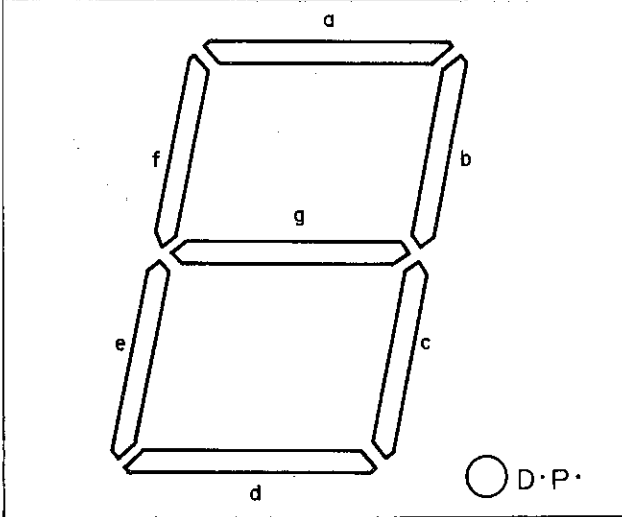

Abbildung 16
• **Bei UKW-Empfang** (Siehe Abbildung 16 und 17.) Bei Einstellung eines UKW-Senders wird das Potential am Stift ⑩ oder ⑪ des CNS603 niederpegelig und dasjenige am Stift ⑫ hochpegelig, so daß die Potentiale an den Stiften ⑤ und ⑫ des IC801 jeweils nieder- und hochpegelig werden (das Potential am Stift ⑫ des IC805 wird hochpegelig). Dadurch wird IC805 auf die UKW-Betriebsart eingestellt und gleichzeitig Q806 aus- bzw. Q805 eingeschaltet. Auf diese Weise wird durch Q805 eine konstante Spannung Vcc (+B) erzeugt und dem Stift ⑧ des IC809 zugeleitet. Das vom UKW-Empfangsoszillator kommende Signal wird durch den Stift ② des CNS803/CNP803 zum Einschalten des Q807 geleitet, dann zum Stift ⑦ des IC809 weitergeleitet, wo dessen Frequenz durch ein Hundertstel (1/100) geteilt und über R835 und C802 zum Stift ⑥ (Fin) des IC805 geleitet wird. Hier wird es wiederum um 10,7 MHz reduziert. Die sich ergebende Frequenz wird durch die Leuchtdioden LED812 bis LED815 als abgestimmte Frequenz angezeigt. Bei Einstellung des IC805 auf die UKW-Betriebsart wird das Potential an dessen Stift ⑤ hochpegelig, wobei die Segmente (oder Stifte) "a", "c", "d" und "f" (oder ⑩, ⑧, ⑤ und ②) der Leuchtdiode LED816 aufleuchten; auch der Stift ⑦ (D.P.) der Leuchtdiode LED814 und die MHz-Belichtungslampe (PL803) leuchten auf. In diesem Zusammenhang ist zu beachten, daß die Frequenzanzeige des IC805 Bruchteile der Einheit 10 kHz entweder als "0" oder "5" anzeigt, je nachdem der Zahlenwert weniger als 2 oder mehr als 3 beträgt. Ist das Potential am Stift ④ (0/5) des IC805 hochpegelig, wird "0" angezeigt; bei niederpegeligem Potential am Stift ④ wird "5" angezeigt. In der Annahme, daß das Potential am Stift ④ des IC805 niederpegelig gehalten wird, ist das Potential am Stift ⑬ des IC804 hochpegelig, so daß die Segmente "e" und "b" (in Abbildung 16) nicht aufleuchten können. Da zwei Umkehrstufen über den Stift ④ des IC805 an den Stift ⑮ des IC804 angeschlossen sind, kann das Segment "g" aufleuchten. Da das Potential am Stift ⑤ des IC805 in der UKW-Betriebsart hochpegelig bleibt, wird das Potential am Stift ⑮ des IC804 niederpegelig, so daß die Segmente "a", "b", "d" und "c" aufleuchten können, das heißt, die Segmente "g", "a", "d" und "c" leuchten jetzt als Ganzes auf, um die Zahl "5" darzustellen. Die Zahl "0" wird auf dieselbe Weise angezeigt.
• **Aufnahme-/Wiedergabepegel-Anzeigekreis** Beim Modell RS-1288H findet ein 12-Punkt-Leuchtdioden-Anzeigesystem anstelle der herkömmlichen Pegelanzeige (VU-Meter) für diesen Anzeigekreis Anwendung. In der Annahme, daß das Gerät auf die Wiedergabe-Betriebsart eingestellt ist, wird eine Gleichspannung über die Verstärkereinheit dem CNS403 zugeleitet. Sie wird dann den Stiften ⑮ (Vin) des IC807 und IC806 weitergeleitet, so daß beide genauso wie der IC808 funktionieren können. (Wie schon vorher erwähnt, wird das Potential an den Ausgangsstiften ⑥, ⑦, ⑧, ① und ② des IC808 je nach Stärke der dem